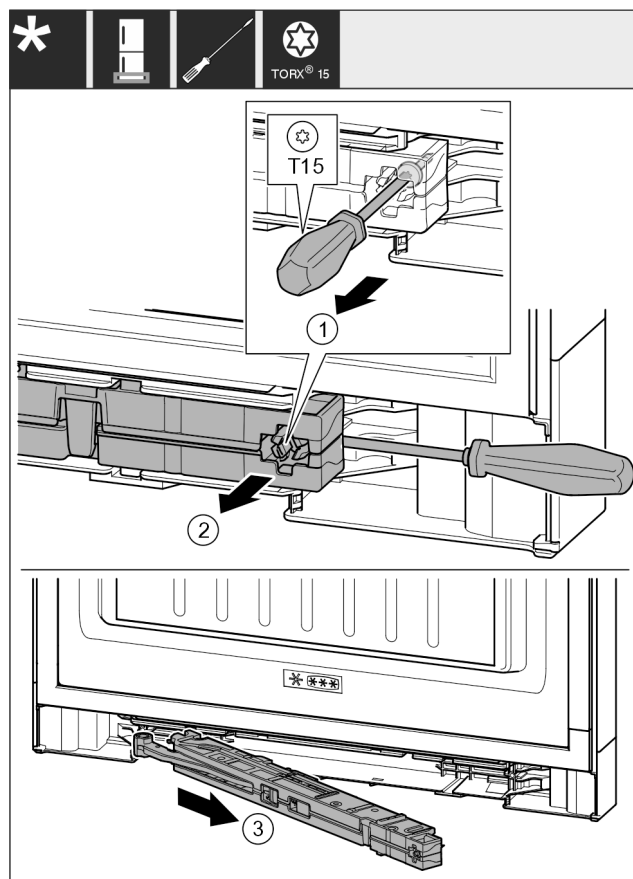

Fig. 17
- Desserrer la vis de l'unité d'amortisseur de fermeture d'env. 14 mm avec un tournevis T15. Fig. 17 (1)
- Accéder à la partie postérieure de l'amortisseur de fermeture du côté de la poignée avec un tournevis. Tourner l'unité vers l'avant. Fig. 17 (2)
- Extraire l'unité. Fig. 17 (3)